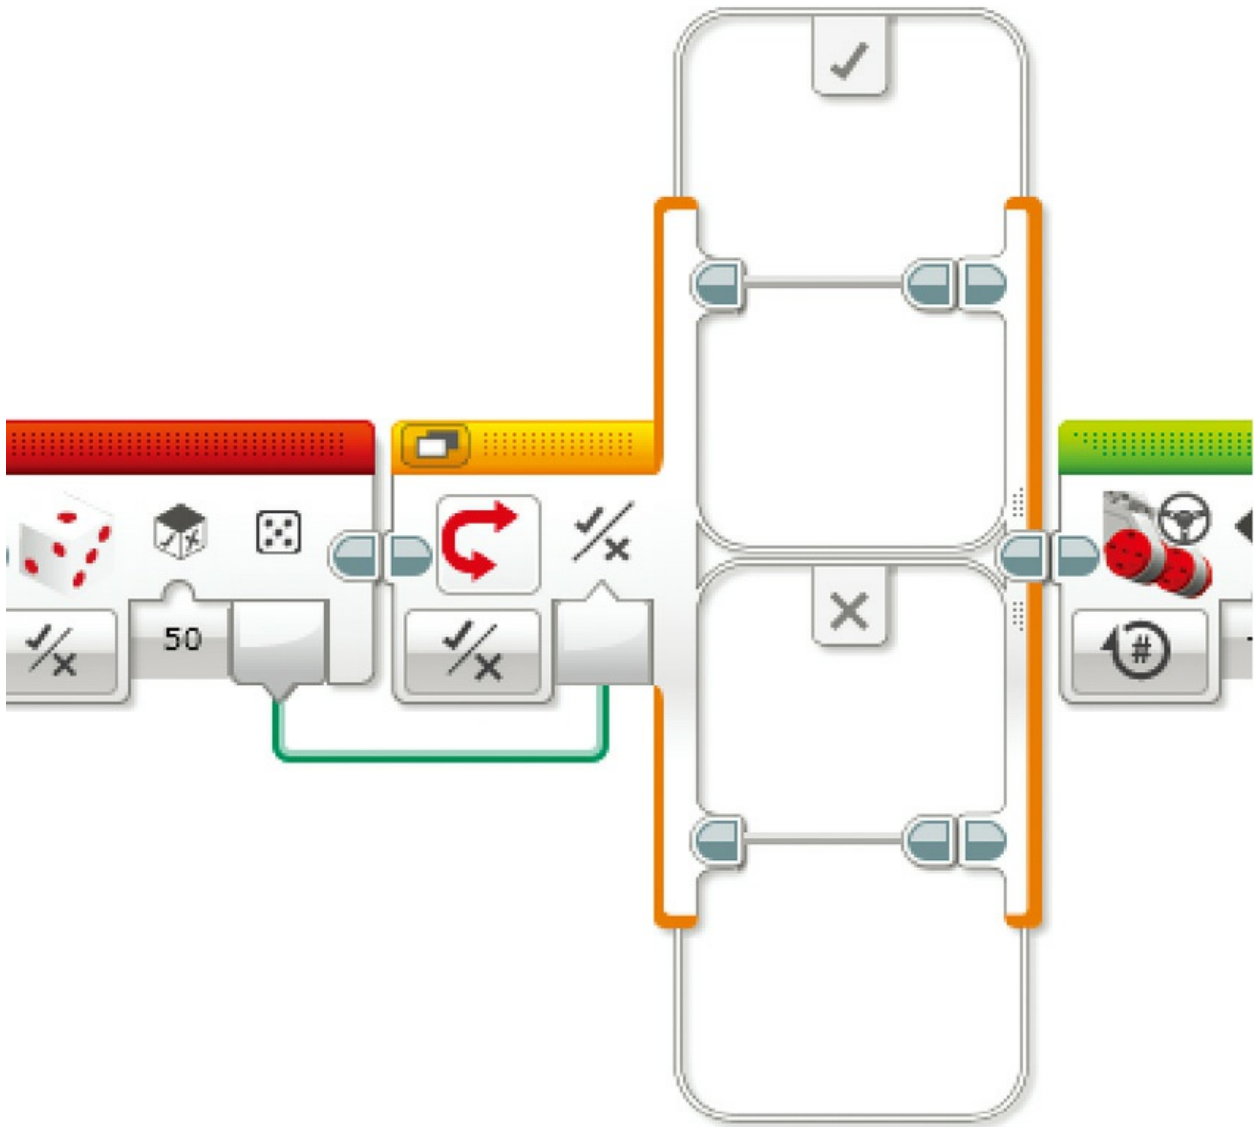

图9.12 随机模块现在控制着切换模块
5. 使用一根数据线将随机模块的输出连接到切换模块的输入（如图9.12所示）。